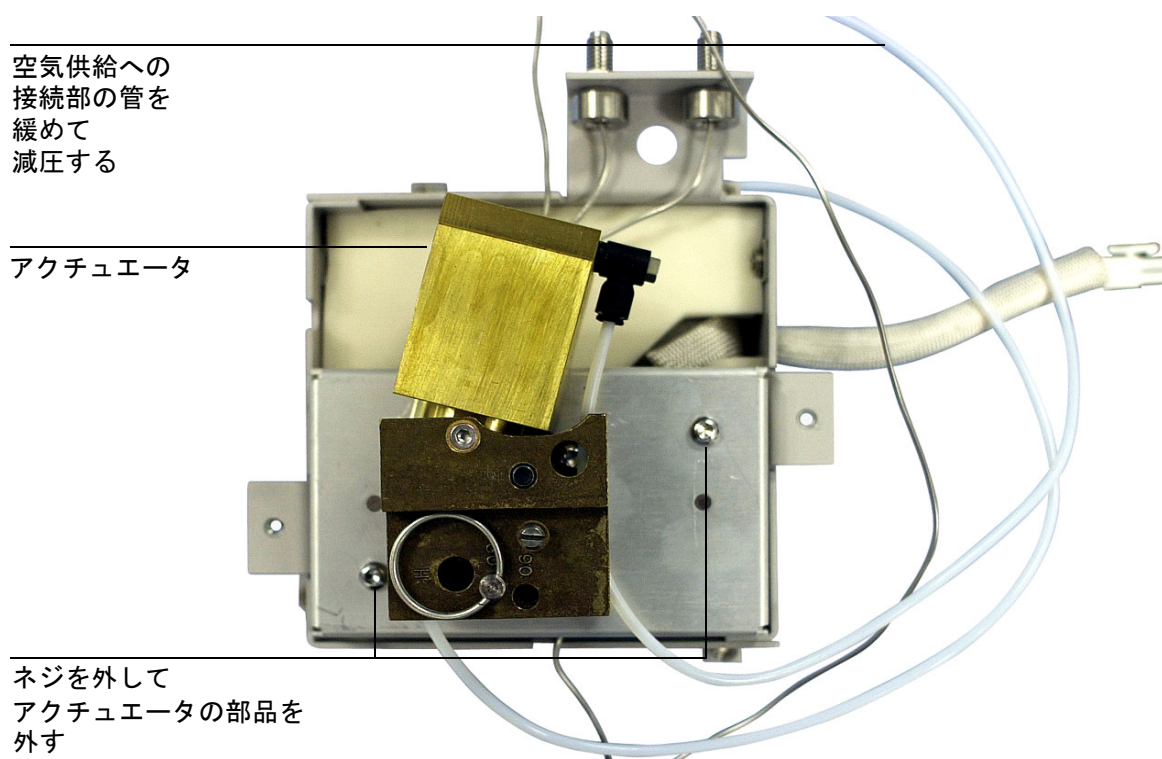

図 17. ロータリーサンプリングバルブのアクチュエータ空気供給
3. バルブアクチュエータへの空気供給を止めて、空気供給管への接続を緩め、アクチュエータの背圧を下げます。圧力が下がったら、供給管をバルブボックスから外します。図 17 を参照してください。